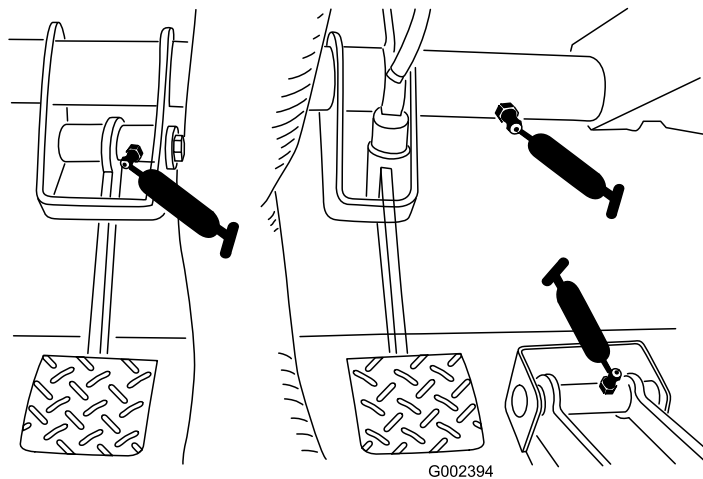

**Figura 38**
- Giunti a sfera (4), tiranti (2), punti di montaggio di perni (2) e cilindro di sterzata (2) (Figura 38)